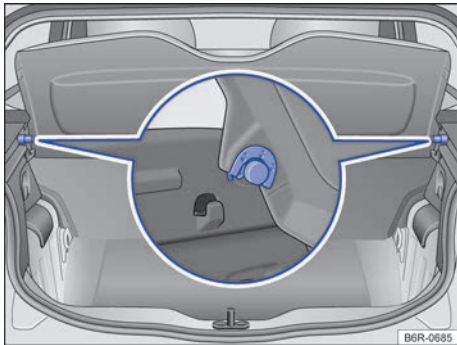

Fig. 65 En el maletero: desmontar y montar la bandeja trasera.
- Retirar la bandeja trasera de los soportes laterales por arriba → fig. 65.
- Presionar la bandeja trasera en los soportes laterales por abajo → fig. 65.